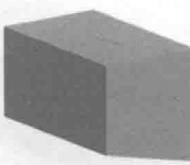
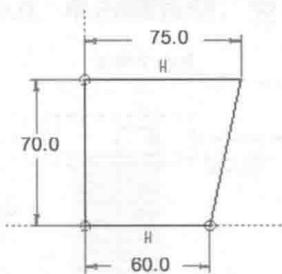

图 2.2 拉伸特征 1
图 2.3 截面草图
Step2. 创建图 2.2 所示的拉伸特征 1。
(1) 选择命令。单击 **模型** 功能选项卡 **形状** 区域中的“拉伸”按钮 。
(2) 绘制截面草图。在图形区右击，从系统弹出的快捷菜单中选择 **定义内部草绘...** 命令；选取 RIGHT 基准平面为草绘平面，选取 TOP 基准平面为参考平面，方向为 **左**；单击 **草绘** 按钮，绘制图 2.3 所示的截面草图。
(3) 定义拉伸属性。在操控板中选择拉伸类型为 **对称**，输入深度值 115.0。
(4) 在操控板中单击“完成”按钮 ，完成拉伸特征 1 的创建。